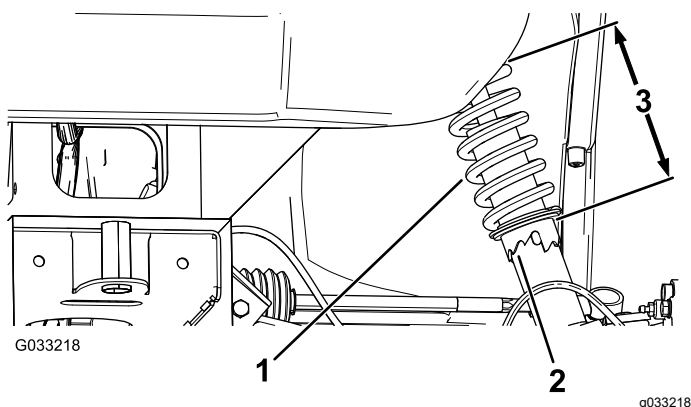

Figura 49
2. Se la campanatura della ruota non è regolata correttamente, usate la chiave fissa per ruotare il collare dell'ammortizzatore per allineare la ruota (Figura 49).